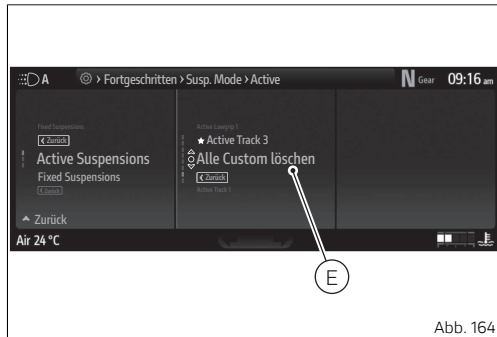

Abb. 164
- Die Option „Alle Custom löschen“ (E, Abb. 164 S.221) markieren, dann die Taste zum Löschen drücken. Die vorherige Bildschirmanzeige wird dann mit der aktualisierten Liste der verfügbaren Konfigurationen angezeigt.